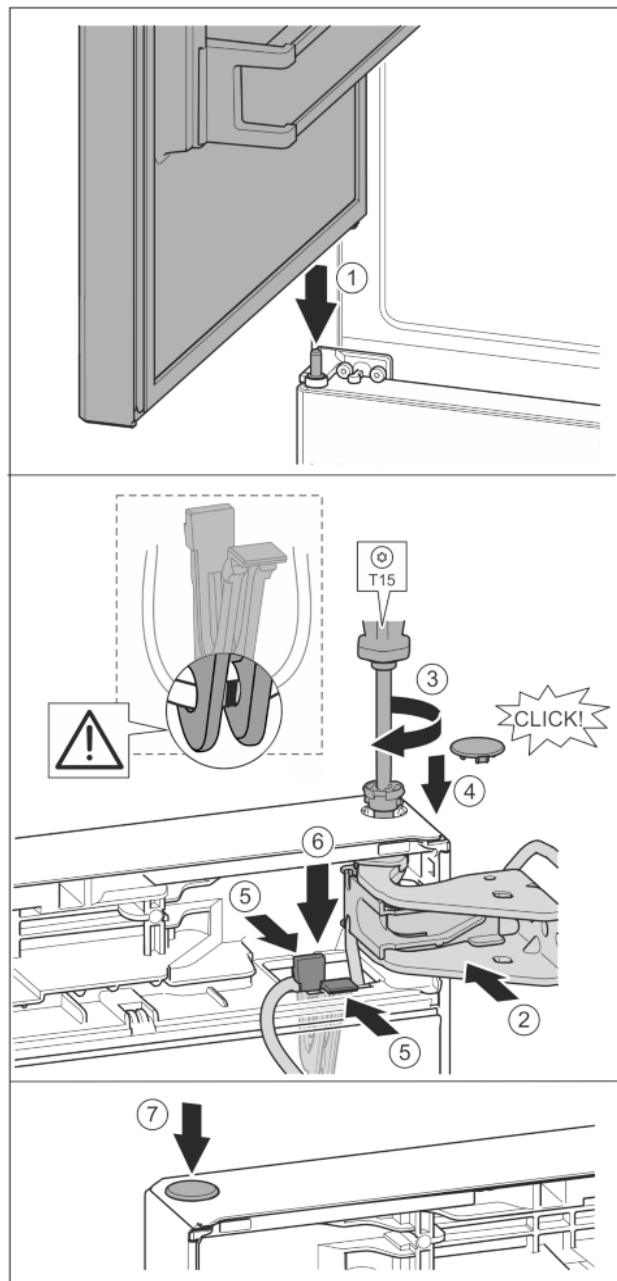

Fig. 39
- ▶ Установка верхней двери на средний опорный палец Fig. 39 (1)
- ▶ Дверь сверху выровнять по отверстию в опорном кронштейне. Fig. 39 (2)
- ▶ Вставить палец и затянуть отверткой T15. Fig. 39 (3)
- ▶ Установить предохранительную крышку для защиты двери: вставить предохранительную крышку и проверить, прилегает ли она к двери. В ином случае вставить палец полностью. Fig. 39 (4)
- ▶ Вставить держатель кабеля с закрепленным на нем кабелем в отверстие. Fig. 39 (5)
- ▶ Прижать держатель вниз так, чтобы соединительная накладка защелкнулась. Fig. 39 (6)
- ▶ Вставить заглушку. Fig. 39 (7)